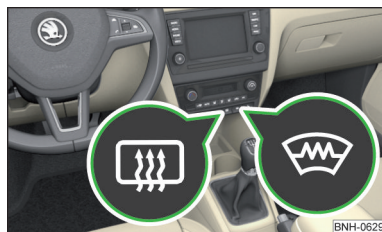

Fig. 65
**Teclas para la calefacción (según el equipamiento del vehículo) » fig. 65**